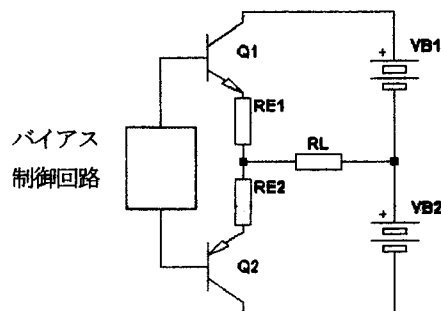

図 8
*SEPP回路では、通常、過大電流防止のため、エミッター抵抗とバイアス制御回路を入れる。・・(図8)